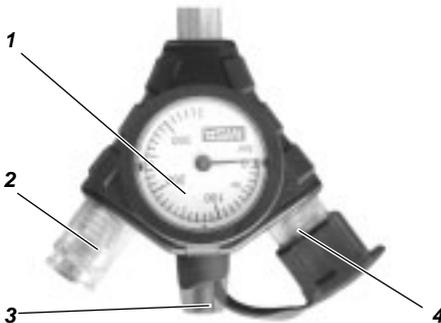

Bild 3 Manometer mit Verteilerstück
Am Ende der Mehrkammerleitung ist das Manometer mit Verteilerstück (→ Bild 3) angeschlossen. Dieses besteht aus dem Manometer (1) selbst, der Kupplung für den Lungenautomaten (2) sowie einer akustischen Warneinrichtung (3) (Signalpfeife). Diese gibt beim Absinken des Flaschendrucks unter 55 ± 5 bar ein kontinuierliches Warnsignal ab. Der Zweitanschluss (4) dient zum Anschließen eines zweiten Lungenautomaten (z. B. Rettungsset).